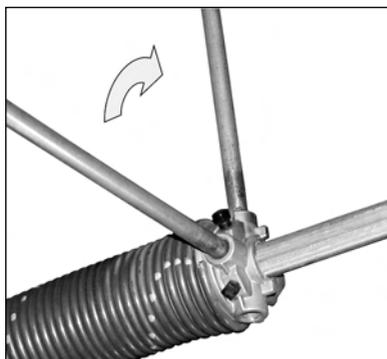

Рис. 44
- 1) Установить вороток в гнездо натяжного наконечника, находящееся внизу (рис. 44).